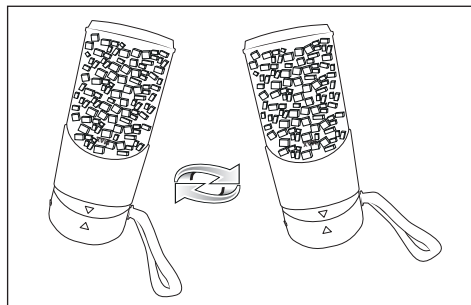

Fig. 1
- 4) Retournez l'appareil de telle manière que le couvercle ❶ soit dirigé vers le bas. Pour que les ingrédients se répartissent mieux, vous pouvez bouger l'appareil pendant qu'il broie les aliments. Tenez l'appareil fermement dans la main et inclinez-le de gauche à droite (voir fig. 1). Faites attention à ce que le couvercle ❶ ne se détache pas du gobelet ❷.